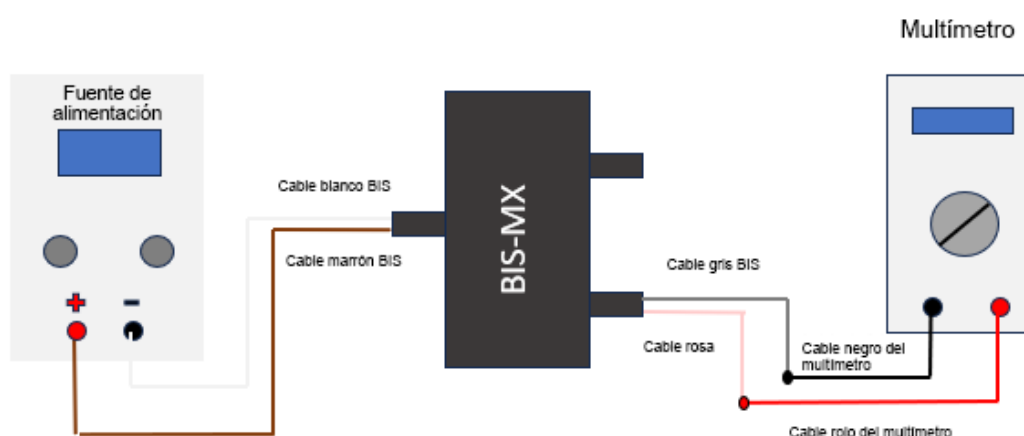

Fig.9 Diagrama de conexión
3. Monte el circuito de conexión de acuerdo con la «Fig. 9 Diagrama de conexión».